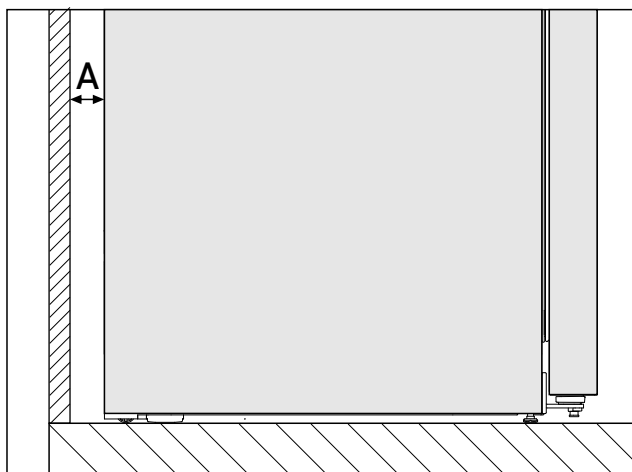

Fig. 3 *
Consumul de energie a fost determinat cu o distanță față de pereți Fig. 3 (A) între partea posterioară a aparatului și perete. Dacă distanța față de perete este mai mică de Fig. 3 (A), acest lucru nu prezintă nicio influență asupra capacității de funcționare a aparatului. În cazul unei distanțe față de perete mai reduse, consumul de energie se poate mări nesemnificativ și se poate ajunge la formarea condensului pe pereții posteriori ai aparatului.*